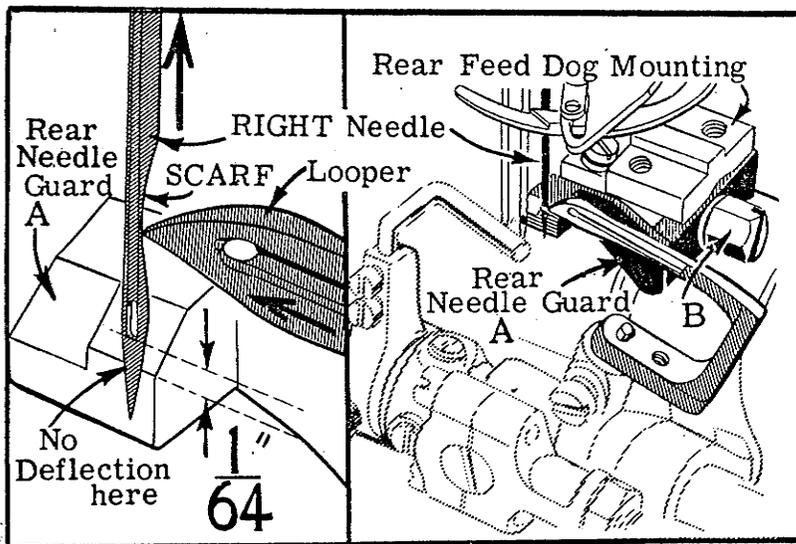

Fig. 31
Fig. 31 El guarda-agujas posterior (A) deberá ajustarse horizontalmente (de adelante hacia atrás) de manera que no tenga luz contra la aguja derecha, moviéndose el looper hacia la izquierda y la punta del looper está penetrando por el rebaje de la aguja. En esta misma posición la parte superior de la cara vertical del guarda-aguja estará alrededor de $\frac{1}{64}$ " de pulgada (0.40 mm.) por debajo de la parte inferior del ojo de la aguja derecha. Ambos ajustes son realizados aflojando el tornillo (B). Antes de apretar de nuevo el tornillo compruebe el ajuste de la altura del alimentador principal, ya que el tornillo (B) sostiene estos elementos.